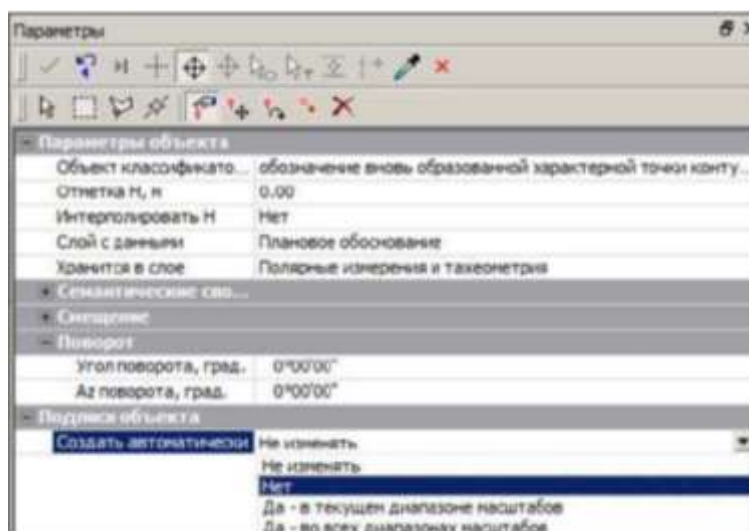

Рисунок 25– Параметры
- Нажмите кнопку **Редактировать параметры точечных объектов** . В поле **Создать автоматически** (рис. 25) раздела **Подписи объектов** выберите из списка – *Нет*. Примените построение.